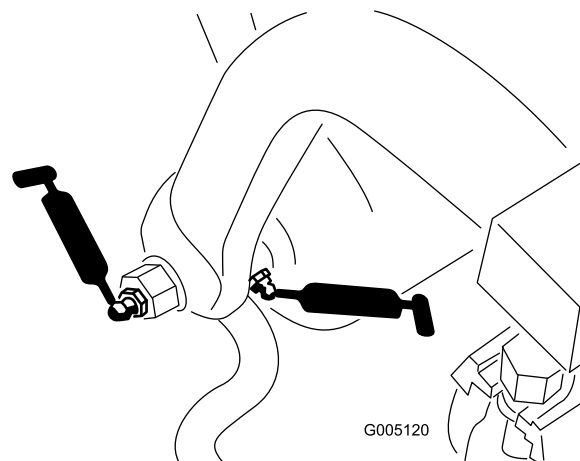

Figura 27
- Veio e rolo da estrutura (12) (Figura 27)